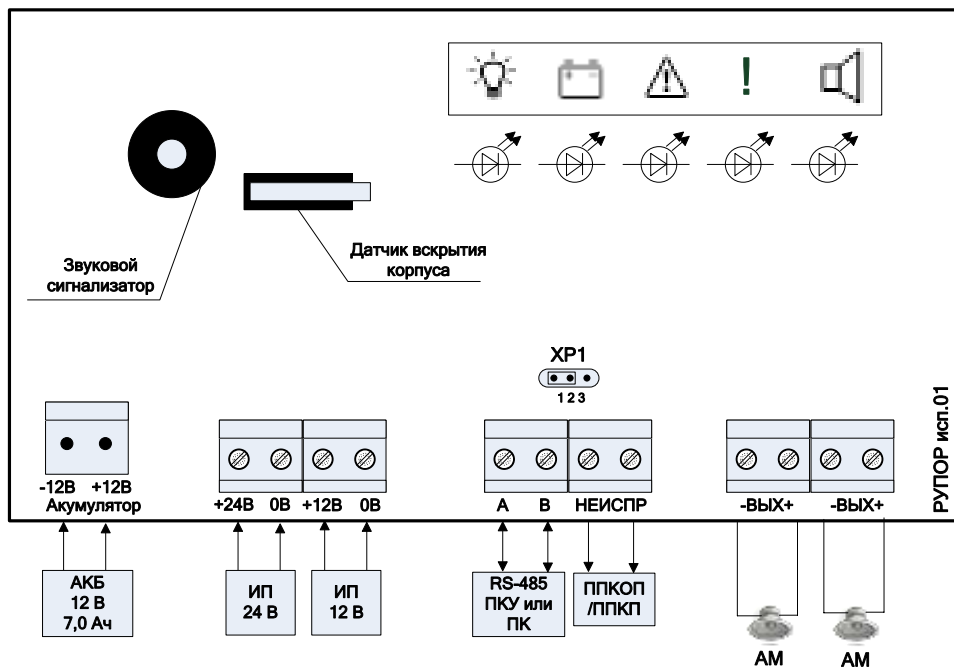

Рисунок 3. Схема внешних соединений блока
2.3 Монтаж соединительных линий производится в соответствии со схемой, приведенной на рис. 3.
4.5 Подключите к клеммам «ВЫХ» блока акустический модуль (рис. 3).